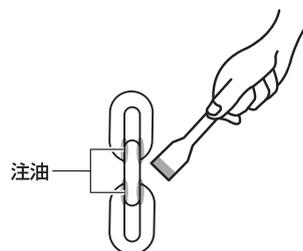

図 1
- 吊り上げチェーンの、特にリンクの接触部に、マシン油かギア油を塗布または注油してから使用してください(図1)。